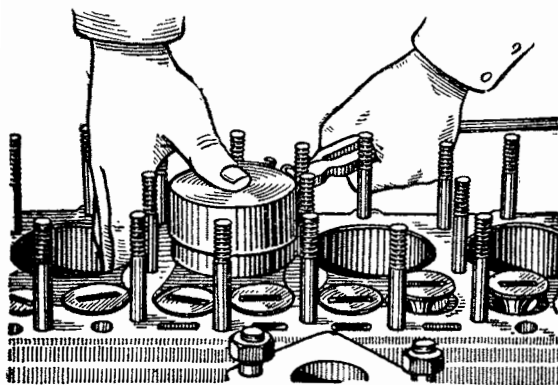

Рис. 58. Установка поршня
5. Смазать поршневые кольца маслом, сместить стыки колец под углом 90° , сжать кольца (рис. 58) специальным приспособлением для установки поршня с кольцами и вставить поршень в сборе с шатуном в цилиндр (см. технические условия, п. г).